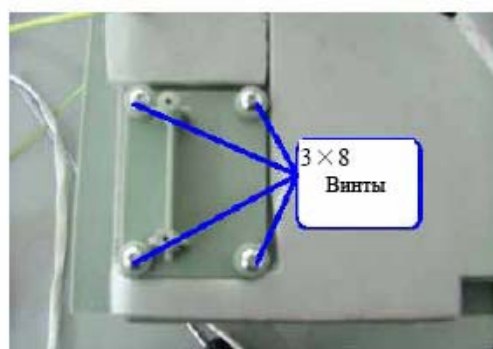

Рис. 8.2
- Открутите винты водного насоса (Рис. 8.2).